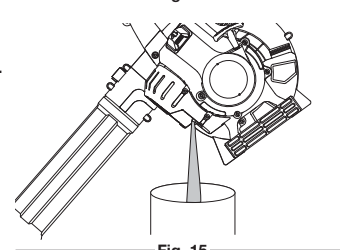

Fig. 15
2. Vierta el aceite del orificio de llenado de aceite en un recipiente inclinando la unidad en una posición vertical (Fig. 15). Deje suficiente tiempo para que drene completamente.